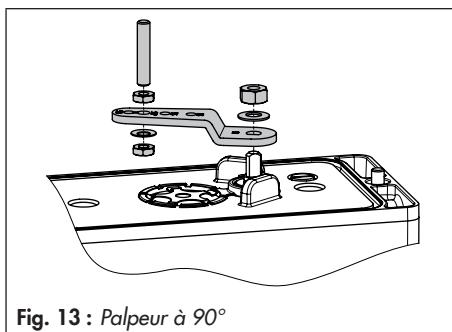

Fig. 13 : Palpeur à 90°
4. Placer le palpeur sur le levier du positionneur à 90° et le visser fermement (cf. Fig. 13). Pour cela, utiliser exclusivement le palpeur long contenu dans le kit de montage.
5. Orienter le positionneur sur l'équerre adaptatrice (1) de sorte que le palpeur s'emboîte dans la roue d'entraînement (3) du servomoteur.
6. Monter le positionneur sur l'équerre adaptatrice (4) à l'aide des vis (6).
1. Monter le bloc adaptateur (1) sur l'interface NAMUR du servomoteur à l'aide de quatre vis (2).
2. Monter la roue d'entraînement (3) sur l'arbre du servomoteur. Utiliser un adaptateur adéquat (cf. Tableau 6, page 24).
3. Placer l'équerre adaptatrice (4) sur le bloc adaptateur (1) et le monter à l'aide des vis (5).
4. Placer le palpeur sur le levier du positionneur à 90° et le fixer fermement (cf. Fig. 13, page 56).
7. Monter l'amplificateur-inverseur type 3710 (7) sur l'équerre adaptatrice au moyen des deux douilles de guidage (8) et de la plaque d'obturation (9) à l'aide des vis de fixation (10) correspondantes.